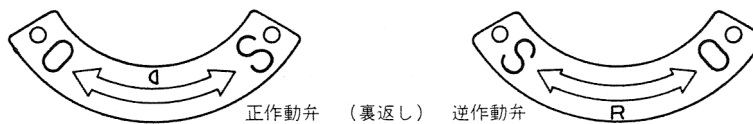

図 6-3
- 【3】 ハンドホイールの方向指示板をD、R(D：正作動弁、R：逆作動弁)に注意して組み替えてください。(図6-3参照)